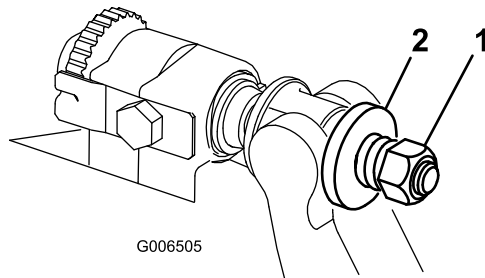

图27
4. 旋紧弹簧加压螺母，直到弹簧完全压紧，然后往回松开 1/2 圈（图27）。